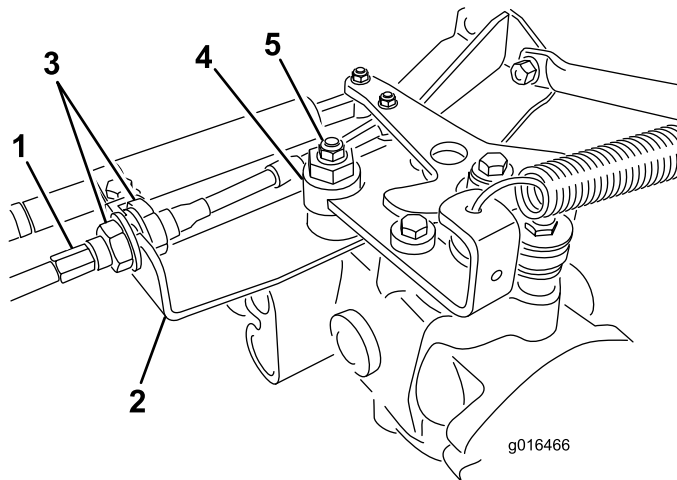

Figura 39
- A. Afloje las dos contratuercas que fijan el cable de control de tracción a la escuadra del hidrostato (Figura 39). Asegúrese de aflojar ambas contratuercas uniformemente, y lo suficiente como para permitir el ajuste.
- Nota:** Afloje la tuerca que sujeta el excéntrico a la parte superior del hidrostato (Figura 39).
- D. Cuando la rueda deje de girar, apriete la tuerca para bloquear el excéntrico y el ajuste (Figura 39).
- F. Desde cada lado de la escuadra, apriete las contratuercas uniformemente, fijando el cable de tracción a la escuadra (Figura 39). No tuerza el cable.